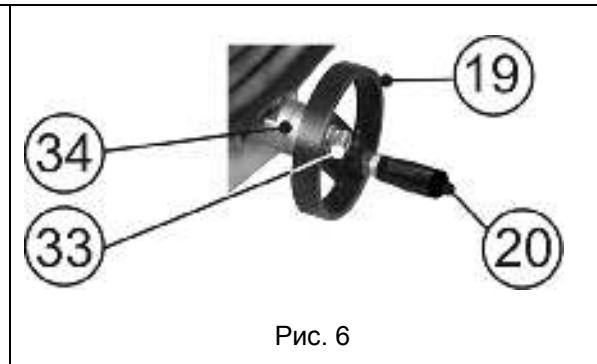

Рис. 6
9.4.1. Подача стола должна осуществляться равномерно и плавно, лимб (34), Рис. 6, должен поворачиваться вместе с маховиком.
9.4.2. В случае возникновения затруднения движения, проверьте, возможно, между сопряженными поверхностями попала стружка. Отвинтите винт (33), закрепляющий маховик (19), снимите маховик (19) и лимб со шкалой (34), Рис.6.